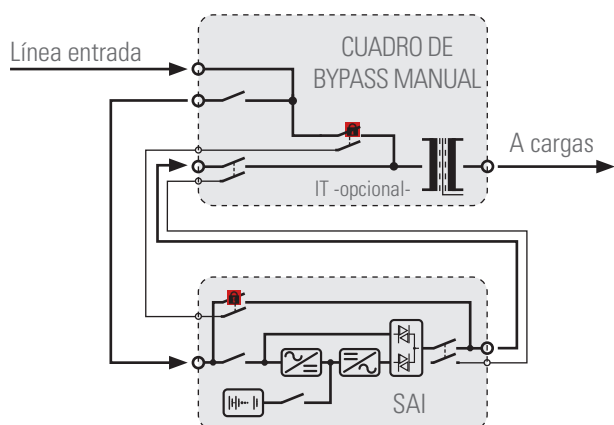

Fig. 1. Conexión cuadro de bypass manual estándar con SAI.
- ☐ El estándar o básico (Fig. 1). Con entrada común para la alimentación del SAI (rectificador-PFC) y de la línea de bypass estático.
- En las Fig. 1 y 2 el transformador separador de aislamiento galvánico está representado a nivel gráfico en la salida, ya que a excepción de condicionantes de diseño o especificaciones particulares, es su disposición más recomendable desde el punto de vista de mayor aprovechamiento de las características intrínsecas, rendimiento y precio.